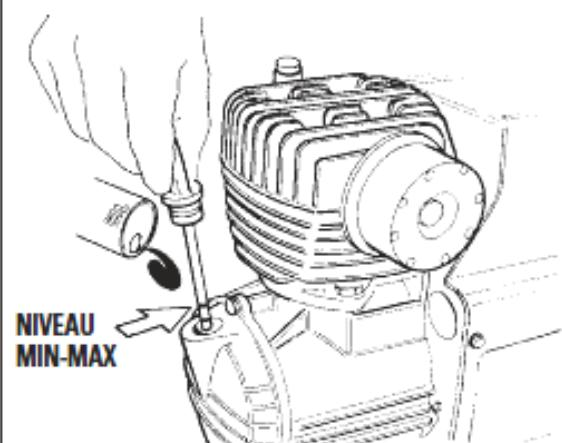

fig. 3
- De toute façon, le niveau de l'huile doit être compris entre les valeurs **MIN** et **MAX** de la jauge (**fig. 3 et 3.1**).